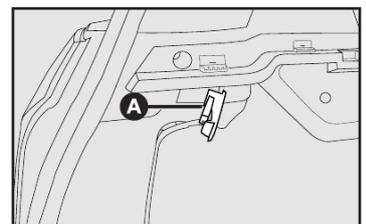

fig. 43
- 2) Retirar a lâmpada **A** puxando-a de sua sede **fig. 43**.